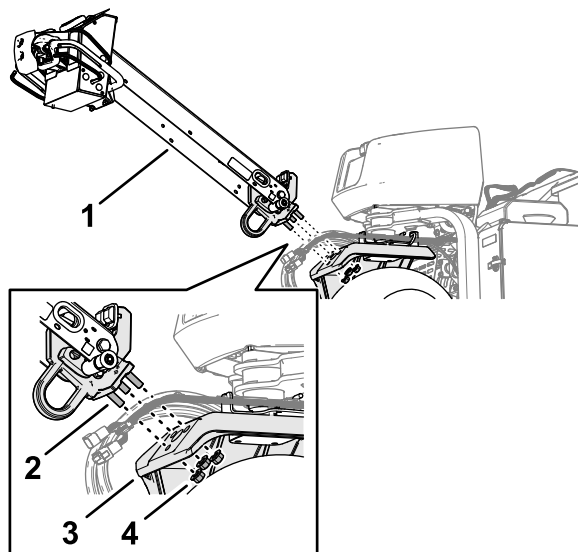

図 5
1. ハンドルバーの端部にあるスタッドを、ステアリングアームに差し込む 図 5。